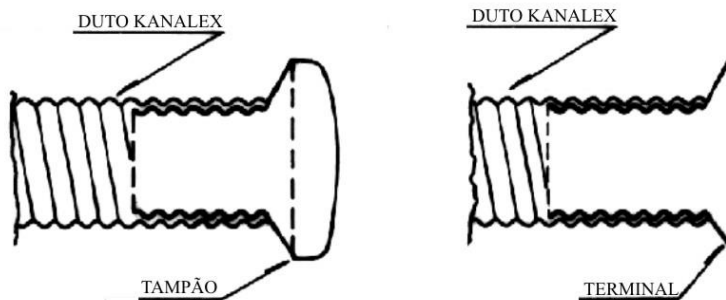

Figura 43
- a) Retirar el tapón del ducto KANALEX transformándolo en terminal (Figura 43).